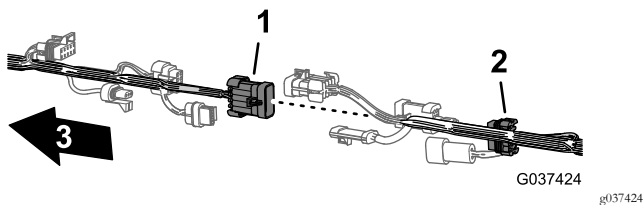

图19
2. 如图 图15 至 图19 所示断开前、后线束之间的 6 对接头。